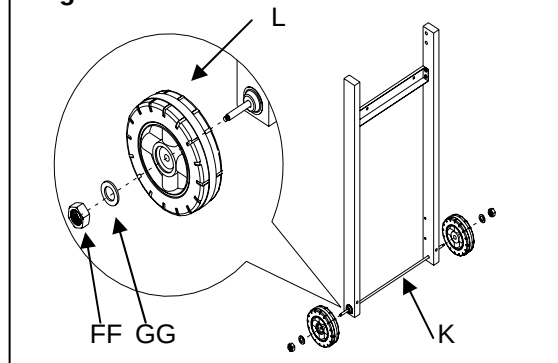

Fig. 5
a) Utilice 4 tornillos HH de cabeza redonda, 4 arandelas de presión DD y 4 arandelas planas GG para sujetar y apretar el panel inferior (J) a las patas izquierdas del carro (E & F). Observe la Fig. 5.
b) Repita el paso 3a para sujetar y apretar el panel inferior (J) a las patas derechas del carro (B & C).